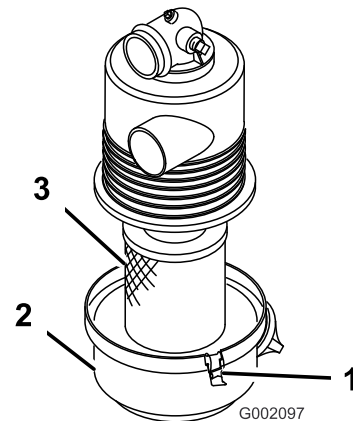

図 17
1. エアクリーナ本体にリーク原因となりそうな傷がないか点検する。本体とカバーがシールでしっかり密着しているのを確認してください 図 17。
2. エアフィルタのカバーをエアフィルタのハウジングに固定しているラッチを外す 図 17。
3. ボディーからカバーを外し、カバーの内部を清掃する 図 17。
3. エアフィルタのハウジングにエレメントを取り付ける (図 17)。
4. エアクリーナのカバーとハウジングを合わせる (図 17)。
5. カバーをハウジングにラッチで固定する(図 17)。